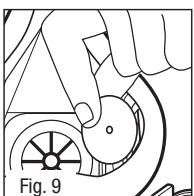

Fig. 9
1. Retire las válvulas existentes al levantarlas de los postes (Fig. 9).